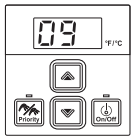

Fig. 2
4. Utilizzare i tasti ▲ e ▼ sul pannello di comando per visualizzare i parametri (Fig.2).